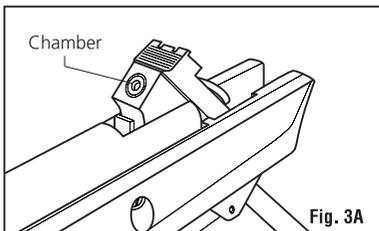

Fig. 3A
- Com a carabina engatada na posição de engatilhamento e com a alavanca de segurança na posição "S" (Seguro), carregue completamente a câmara com uma munição, com a extremidade sólida voltada para a frente. (Fig. 3A)